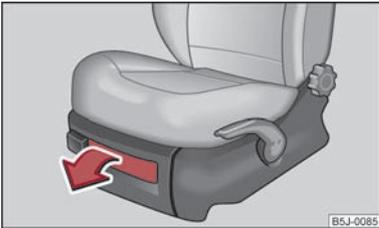

Abb. 68 Vordersitz: Ablagefach
- Zum Öffnen der Klappe Verschluss ankippen und Klappe aufziehen ⇒ Abb. 68.